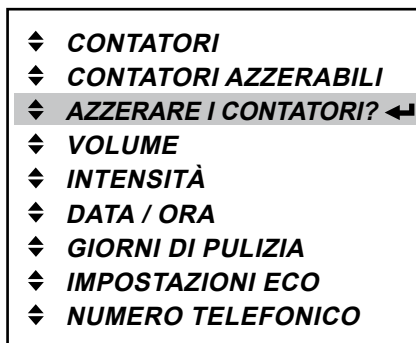

Fig. 56
- Attivare nel modo utente il menu «AZZERARE I CONTATORI?» e premere quindi il tasto INVIO ◀, per richiamarlo (fig. 56).